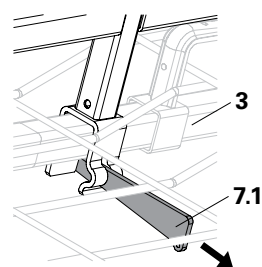

Fig. A8.03a
1. Desserrer les coins (7.1) du portillon d'about MXK. (Fig. A8.03a)